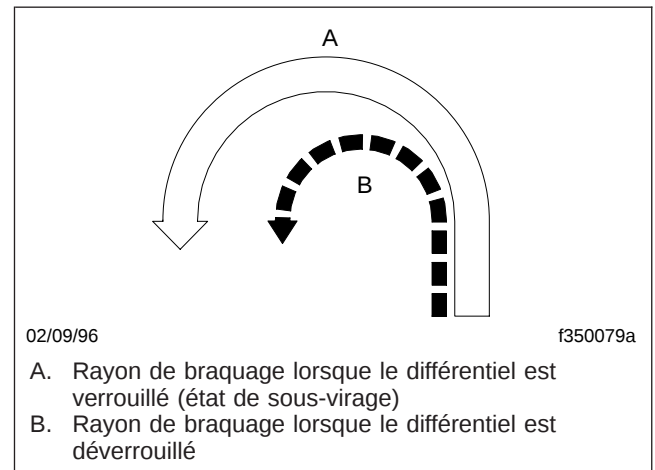

Fig. 15.3, Rayons de braquage
3. Conduisez prudemment et ne dépassez pas 40 km/h (25 mi/h). Lorsque le différentiel est totalement verrouillé, le rayon de braquage augmente à cause du sous-virage du véhicule. Voir la **figure 15.3**.